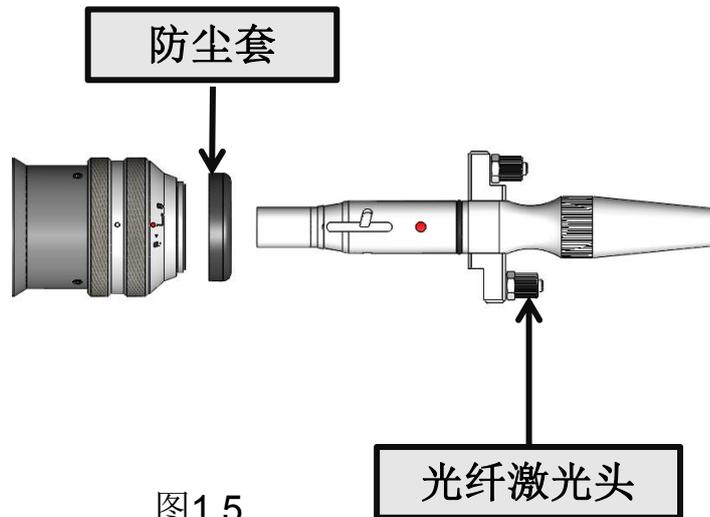

图1.5
- ① 将切割头水平放置，取下头子上的白色帽子与静电贴，取出防尘密封塞和防尘套，如下图1.5所示。